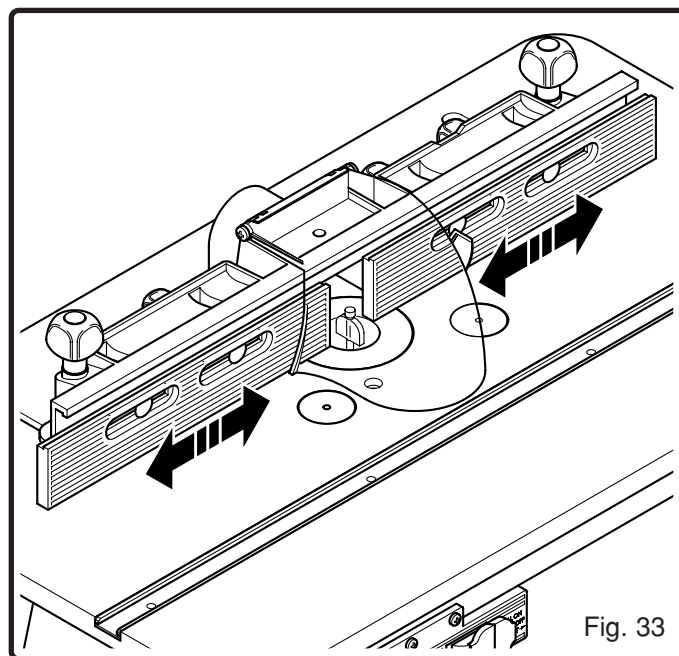

Fig. 33
2. Reajuste la posición de los soportes guías poniéndolos más cerca del cabezal de la fresa. Deje un margen de 3/16" (Vea la Ilustración 33).